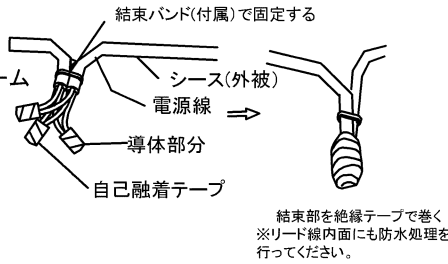

図2 結線方法
※結線は1本ずつ自己融着テープ(別途)を巻いて、その上から絶縁テープ(別途)を巻き、絶縁処理及び防水処理を行ってください。(図2)
- ④ 結線部に結束バンドを取り付けてください。(図2)